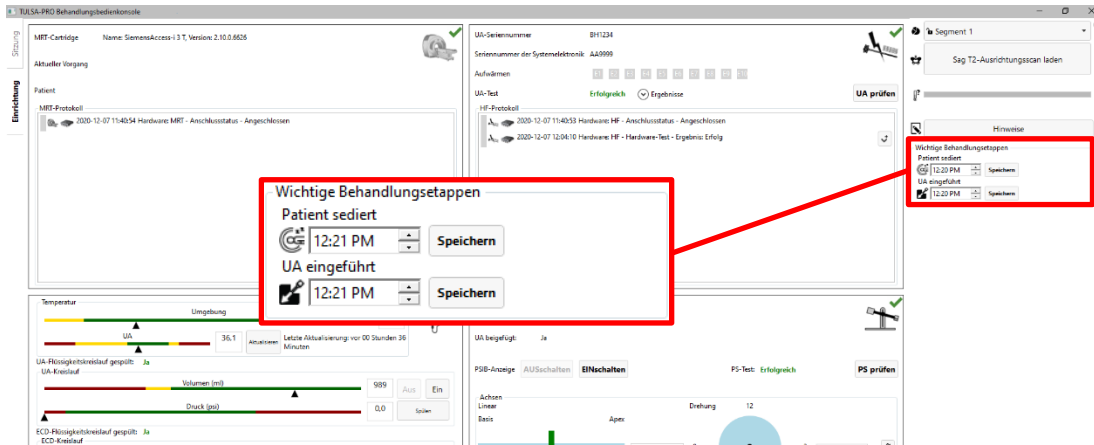

Abbildung 40: Eingabe der wichtigen Behandlungsetappen in den TDC-Arbeitsbereich „Einrichtung“
1. Geben Sie im TDC-Arbeitsbereich *Einrichtung* unter **Wichtige Behandlungsetappen** (*Abbildung 40*) die Zeitpunkte für Sedierung und UA-Einführung ein.